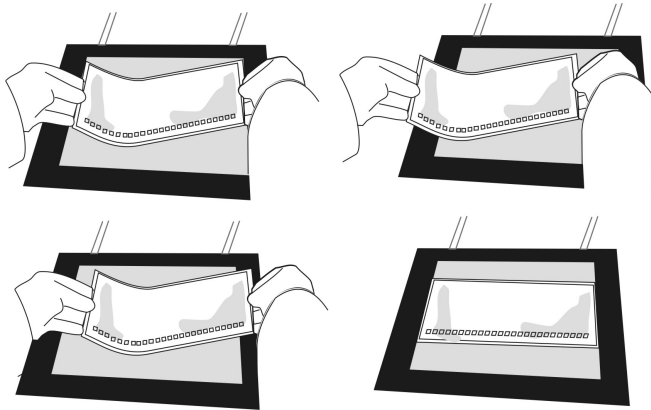

Abb. 3: Auflegen des Geles auf die Kühlplatte.
3. Nehmen Sie das Gel aus der Packung. Entfernen Sie die Deckfolie. Nehmen Sie das Gel (Gelfläche nach oben) an den beiden seitlichen Kanten der überstehenden Trägerfolie; biegen Sie das Gel zu einem "U" und verteilen Sie die Kühlkontaktflüssigkeit gleichmäßig auf der Kühlplatte indem Sie die Unterseite der Folie mehrfach nach links und rechts hin und her schieben (siehe Abbildung 3).